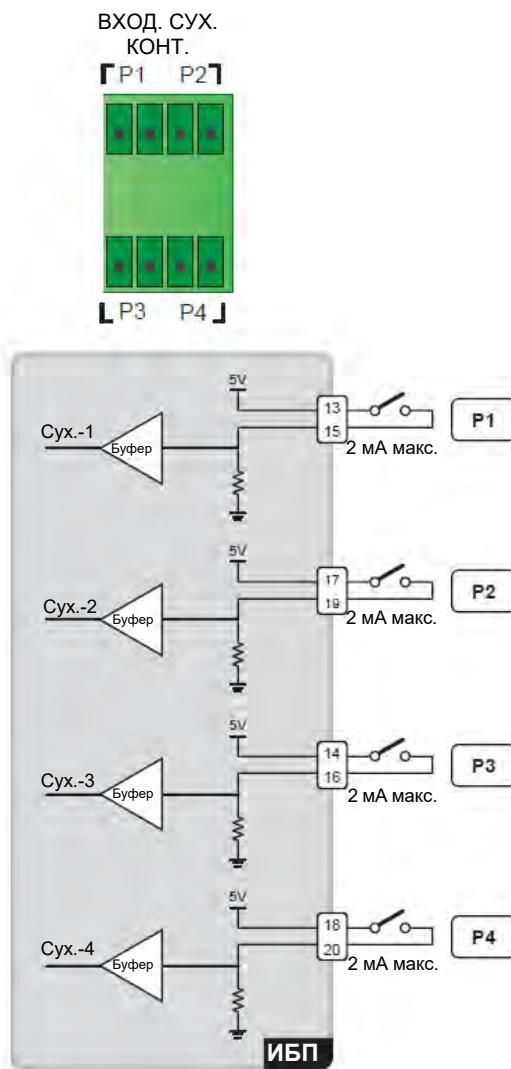

Рисунок 4-10: Схема входных сухих контактов
В комплекте есть четыре набора программируемых входных сухих контактов (см. **Рисунок 4-10**). Входные сухие контакты позволяют ИБП принимать внешние сигналы с периферийных устройств, на которые ИБП отвечает соответственно. Используйте сенсорную панель для настройки каждого сухого контакта как нормально разомкнутого (NO) или нормально замкнутого (NC). Каждому входному сухому контакту можно назначить конкретное событие. Можно назначить до шести событий, исходя из области применения ИБП. Для информации о таких четырех событиях см. таблицу ниже. Для изучения инструкций по настройке, свяжитесь с местным дилером и обратитесь к п. **7.10.6 Настройка сухих контактов.**